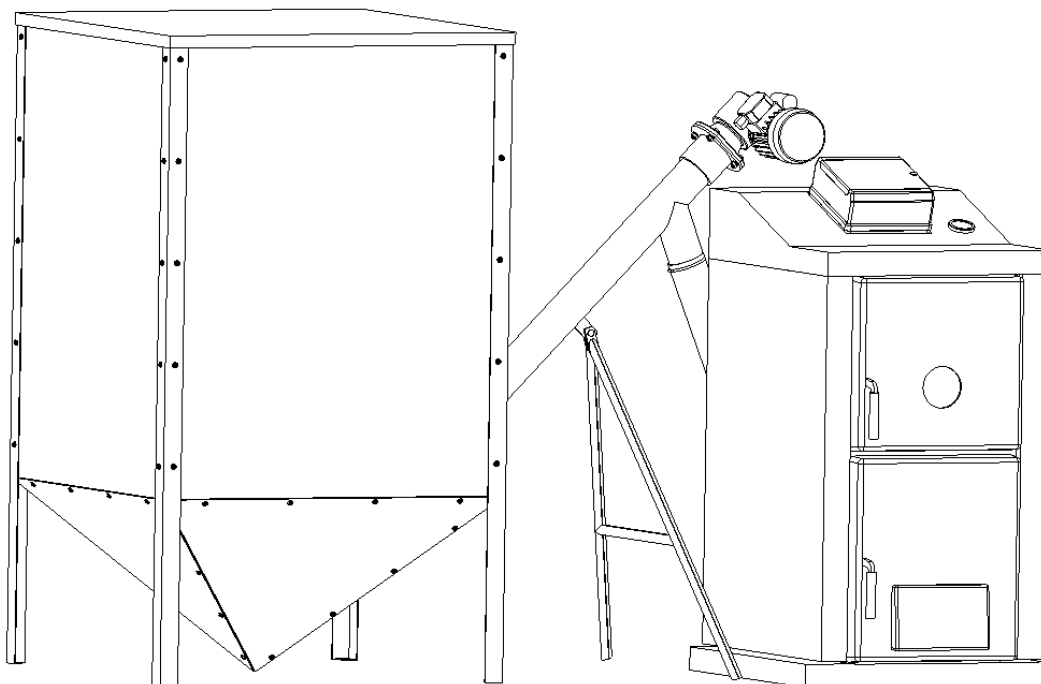

Fig. 1 Vue avant de la chaudière CEDRA ECO avec trémie - version gauche
- version gauche (voir fig. 1)